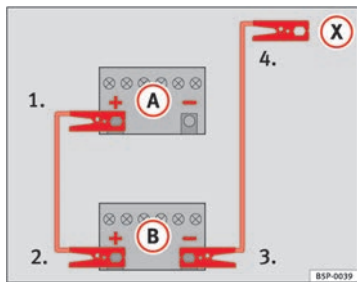

Abb. 245 Schema für das Anklemmen der Starthilfekabel
In der ⇒ Abb. 245 ist **(A)** die entladene Batterie und **(B)** die stromgebende Batterie.
- 1. Klemmen Sie ein Ende des roten Starthilfekabels an den Pluspol ⇒ Abb. 245 **(+)** des Fahrzeugs mit der entladene Batterie ⇒ .